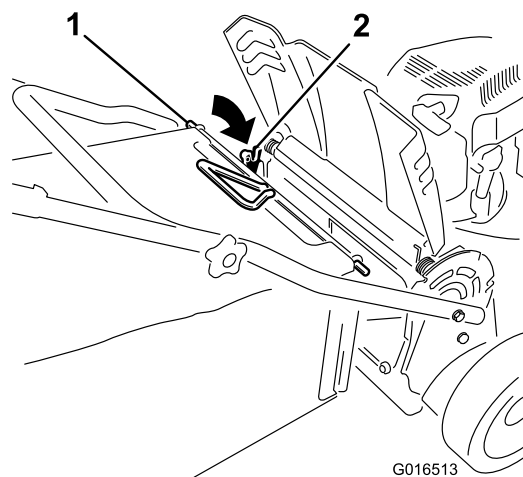

Рисунок 28
3. Вставьте штангу мешка в выемки в основании рукоятки и покачайте мешок вперед-назад, чтобы убедиться в том, что штанга находится в нижней и верхней выемке; см. Рисунок 28.